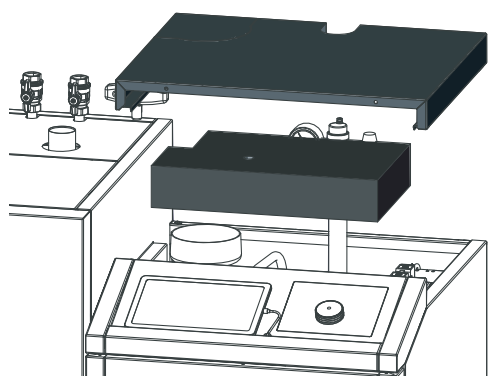

Fig. 56 Togliere il coperchio del rivestimento, rimuovere l'isolamento
- Togliere il coperchio del rivestimento e rimuovere l'isolamento sopra il coperchio delle superfici riscaldanti. – Fig. 56.